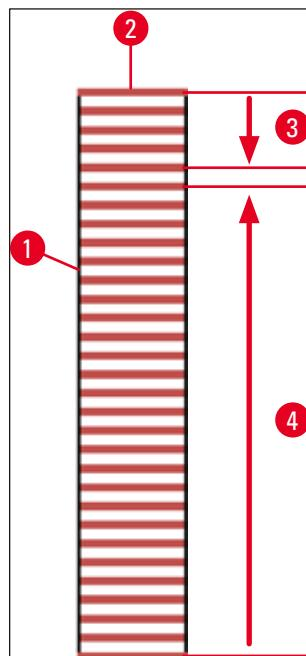

図 74
処理中にスライドが乾燥するのを防ぐため、先頭の 5 枚のスライドを常に最初に封入処理します。次にラックを引き上げ、一番下にあるスライドから順に封入を続けます (→ 図 74)。
- 図 (→ 図 74) を使って処理順を説明します。 (→ 図 74-1) はラックを、 (→ 図 74-2) はスライドを表します。